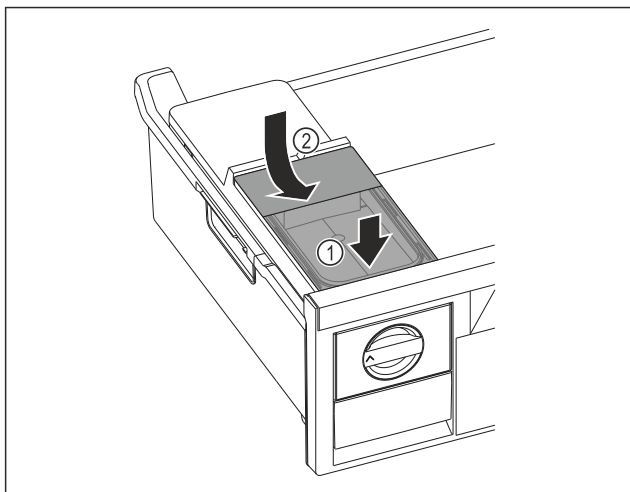

Fig. 99
- ▶ Sett fast fronten på vannbeholderen. Fig. 99 (1)
- ▶ Senk vannbeholderens bakdel. Fig. 99 (2)